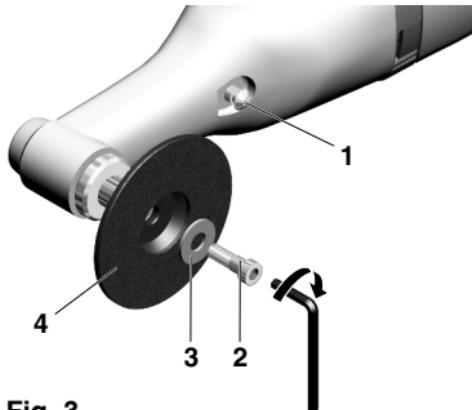

Fig. 3
8.1 Auswechseln des Gummistützellers (Fig. 3)